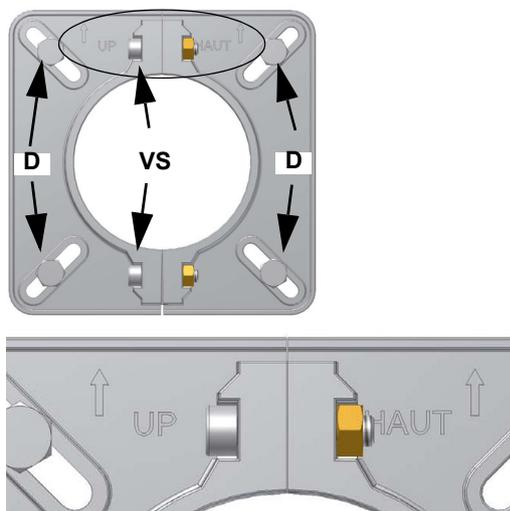

Fig. 3
- 4 in base al riferimento indicato in Fig. 3, fissare la flangia ai prigionieri della caldaia con i dadi **D**, senza stringerli completamente;